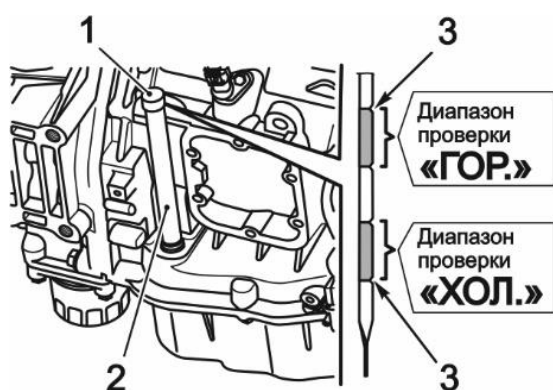

Рис. 5.1 Отметки на щупе АКП
5. При **работающем двигателе**, вынуть щуп 1 из заливной горловины (см. рис. 5.1).
Уровень масла при "холодной" проверке должен быть в пределах диапазона «ХОЛ.» на щупе (см. рис. 5.1). Этому диапазону соответствует расстояние между двумя нижним рисками уровня на щупе.
Уровень масла при "горячей" проверке должен быть в пределах диапазона «ГОР.» на щупе (см. рис. 5.1):